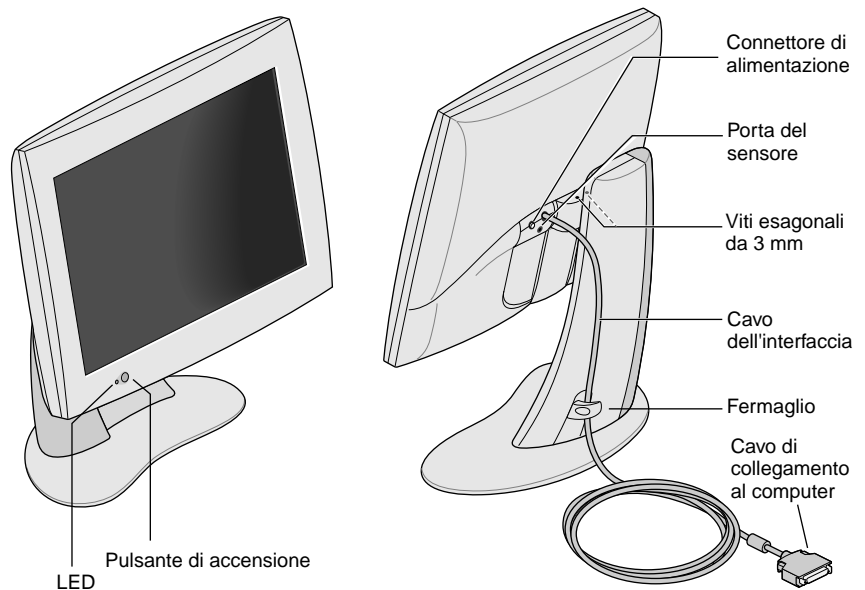

Figura 1-1 Visione frontale e posteriore del monitor piatto.
Nella Figura 1-1 seguente sono indicate le diverse parti del monitor.
2. Collegare il cavo dell'interfaccia del monitor al connettore appropriato del computer, come illustrato nella Figura 1-1. Per informazioni sulle impostazioni del computer, consultare la documentazione fornita con il computer.
3. Fare passare il cavo dell'interfaccia dietro il fermaglio posto sul supporto del monitor, come illustrato nella Figura 1-1.
Per accendere il monitor, premere il pulsante di accensione posto sul lato anteriore e illustrato precedentemente nella Figura 1-1. Dopo che il sistema ha inviato i segnali al monitor piatto, il LED posto in basso diventa verde.
Per spegnere il monitor, premere il pulsante di accensione posto davanti, illustrato nella Figura 1-1. Si consiglia di spegnere il monitor se non viene utilizzato per diverse ore; in questo modo viene garantita una maggiore durata delle lampadine per la retroilluminazione del monitor piatto.
Nel monitor piatto è presente una porta del sensore, ovvero un jack di 3,5 mm posto tra i cavi di alimentazione e di interfaccia, leggermente più in basso, come illustrato nella Figura 1-1.